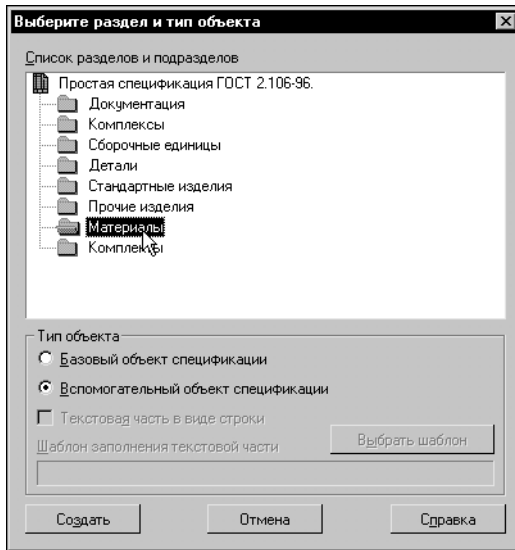

Рис. 57.63. Выбор типа раздела
2. В диалоге **Выберите раздел и тип объекта** сделайте текущим раздел *Материалы*, выберите вариант **Вспомогательный объект спецификации** и нажмите кнопку **Создать** (рис. 57.63).